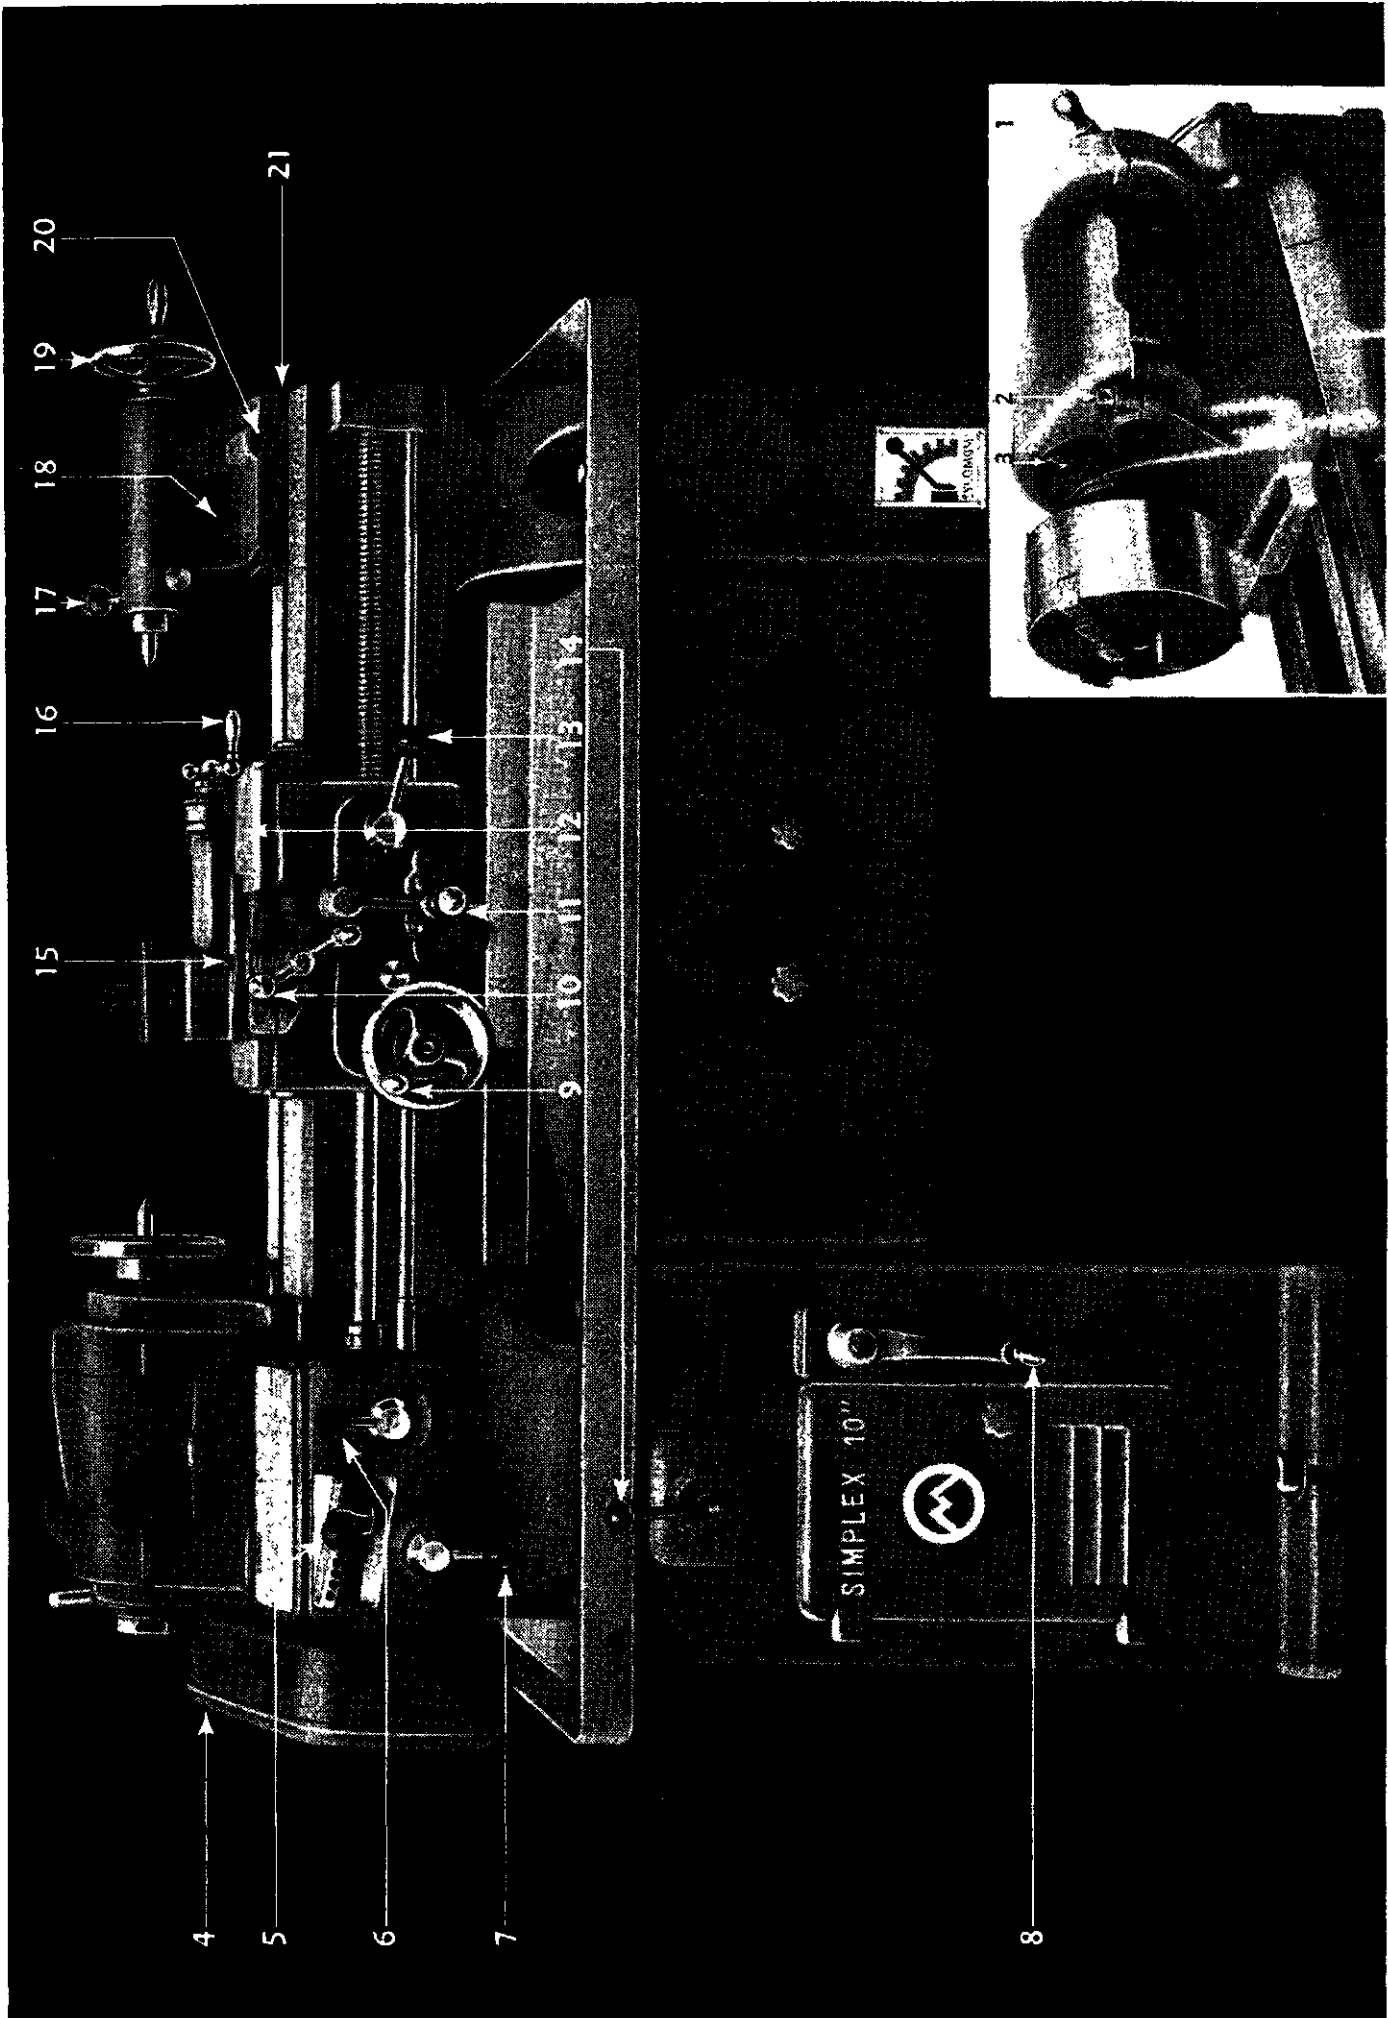

Fig. 4.
N. B. — Il peut arriver que l'enduit anti-rouille soit à ce point durci sur les glissières du banc que le chariot s'en trouve bloqué. Il y a lieu alors de dévisser les vis fixant les lardons du chariot contre les glissières inférieures du banc et de desserrer largement la vis 12 (fig. 4).
Après nettoyage complet et graissage, n'oubliez pas de resserrer les lardons. La vis de blocage 12 (fig. 4) restera desserrée pour tous travaux autres que la plongée.
- B. La manette de commande de celui-ci (manette 14, fig. 4);
N° des flèches sur la fig. 4	FONCTION DE LA MANETTE
OBTENTION DES VITESSES A LA VOLEE (voir fig. 4)
Attention. — Les pas ci-dessous ne peuvent être obtenus qu'aux vitesses du harnais, le bouton 4 (fig. 4) placé en position D :